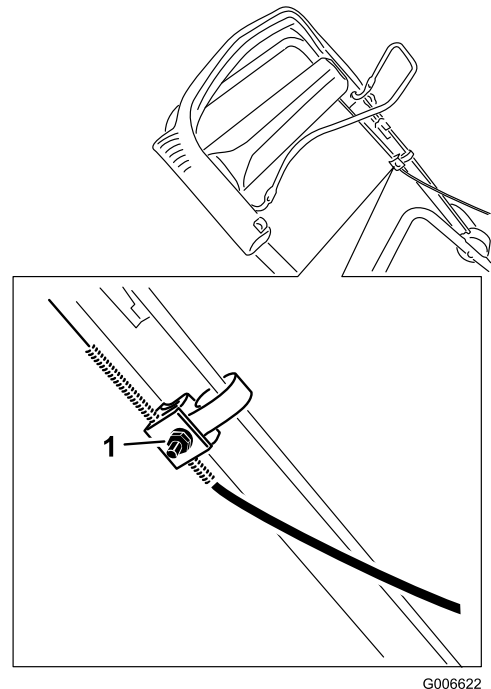

Figura 26
1. Allentate il dado sull'attacco del cavo (Figura 26).